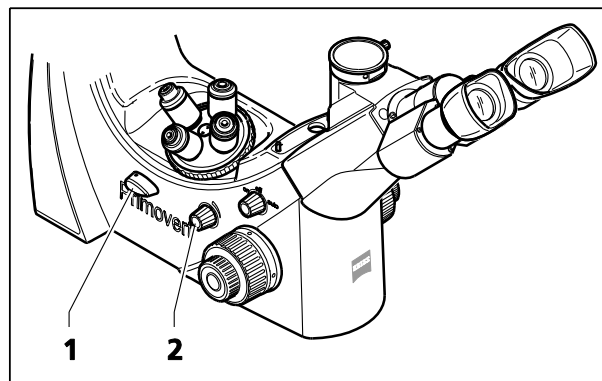

Fig. 19 Réglage de la fluorescence en lumière réfléchie
- Tourner le commutateur lumière transmise/lumière réfléchie (Fig. 19/1) vers le haut en position lumière réfléchie (Fluorescence).
- Allumer le dispositif d'éclairage à lumière réfléchie à l'aide du bouton rotatif (Fig. 19/2) et régler l'intensité d'éclairage souhaitée.